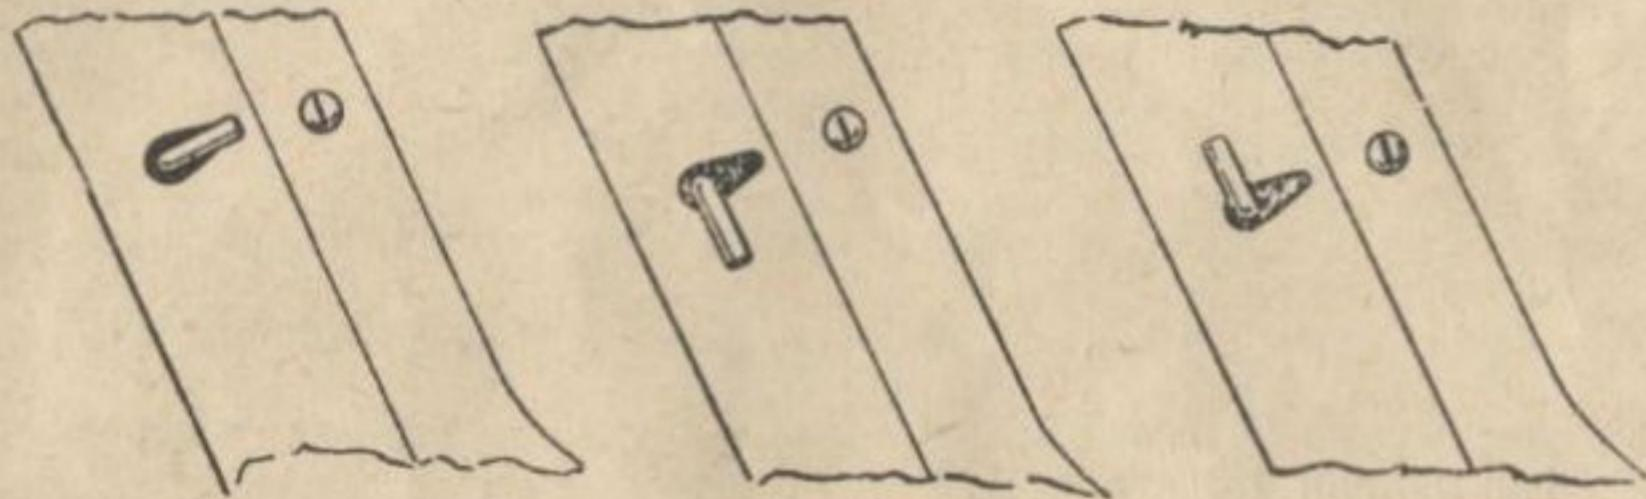

Рис. 10. Положение бензокранника.
- г) *Остановка мотоцикла.* Чтобы остановить мотоцикл, нужно сбросить газ, отжать рычаг сцепления, затормозить и переставить педаль переключения передач в нейтральное положение между первой и второй передачами. (Для этого нажать или опустить педаль передач на половину хода, необходимого для переключения скорости). Для остановки двигателя ключ центрального переключателя повернуть влево (рис. 7). После остановки не забыть закрыть бензокранник (рис. 10). После окончания поездки и закрытия кранника двигатель оставить работать на средних оборотах до тех пор, пока не будет израсходовано все горючее, уже поступившее в карбюратор. Последнее необходимо по той причине, что содержащееся в смеси масло может забить жиклер.